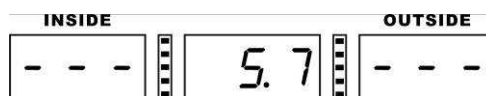

Fig 12
- Mantenha a escala de medição automática próxima do lado interno da roda por aproximadamente 2 segundos, o LED exibirá as informações como mostrada na Fig 12.